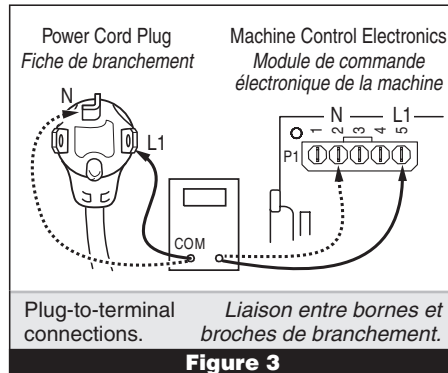

Figure 3
4. With an ohmmeter, check the continuity from L1 and N plug terminals of the power cord to the terminals for L1 and N on the machine control electronics. See figure 3.
4. Avec un ohmmètre, contrôler la continuité entre les broches L1 et N de la fiche de branchement du cordon d'alimentation et les bornes L1 et N du système de commande électronique de la machine. Voir figure 3.